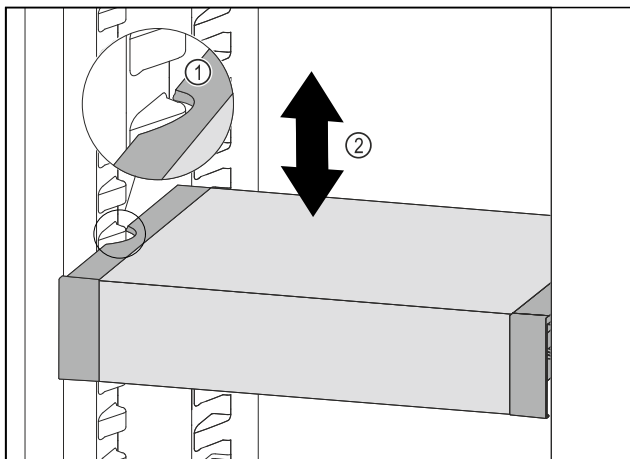

Fig. 116
- ▶ Træk VarioSafe fremefter, indtil udsparingerne i siden på VarioSafe er på niveau med beholderribben i kølesektionen. Fig. 116 (1)
- ▶ Flyt VarioSafe op eller ned i kølesektionen, indtil den ønskede højde er nået. Fig. 116 (2)